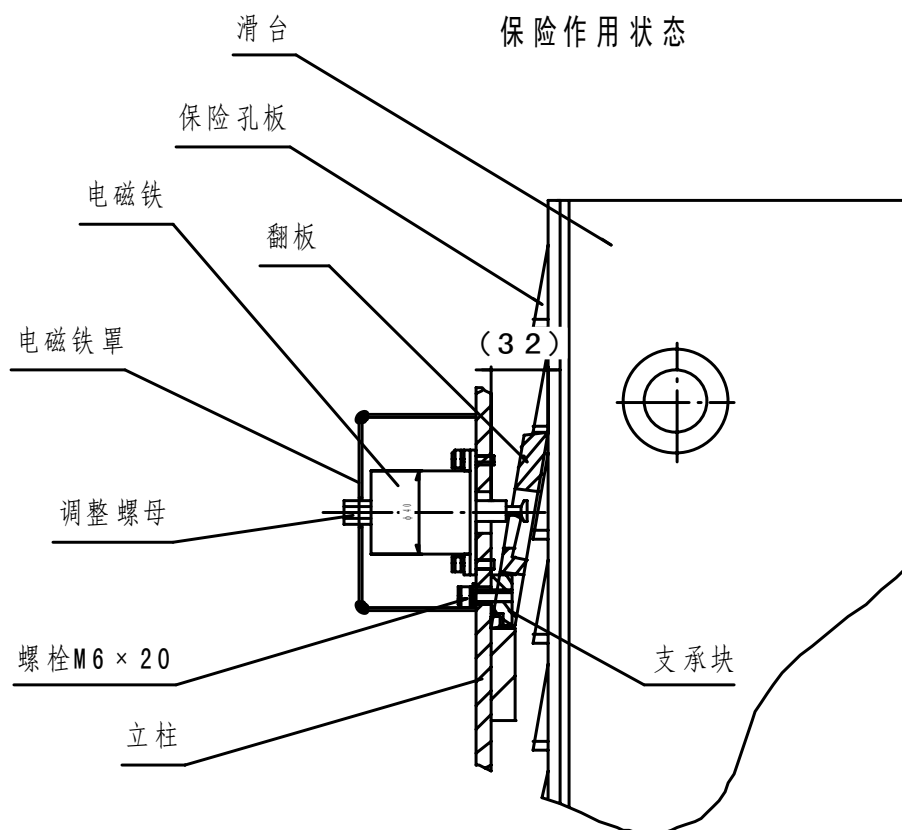

图 2e
- 电磁铁安全锁定机构原理：翻板依靠其端面的斜角和自重，上端始终紧贴保险孔板。当升降滑台上升时，保险孔板利用其斜角推开翻板逐级上升，当滑台运行过程中出现故障，急速下降将造成不安全因素时，翻板即卡在孔板的止口上，阻止升降滑台下降，起到安全保险作用。（见图2e、2f）